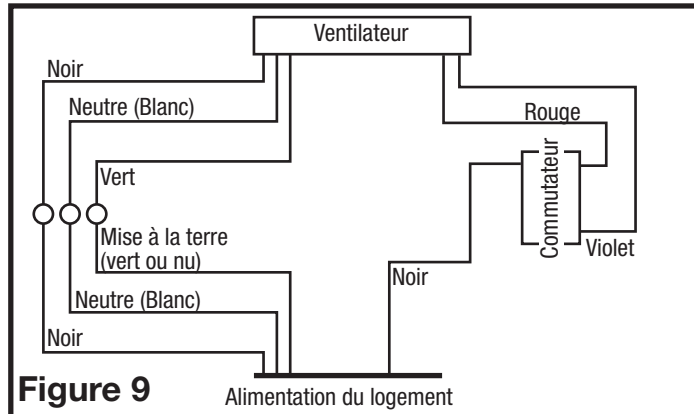

Figure 9
3. Pour les ventilateurs à deux vitesses, raccordés pour une ventilation continue, connectez le fil blanc du ventilateur au fil blanc (neutre) de la source d'alimentation. Connectez le fil de terre de la maison au fil vert du boîtier du ventilateur. Connectez le fil noir du ventilateur au fil noir (chaud) de la source d'alimentation. Le ventilateur fonctionnera à faible vitesse, en continu, et augmentera à haute vitesse lorsqu'un mouvement est détecté. Utilisez un interrupteur à bascule standard duplex, correctement mis à terre (comme Leviton 5224-2W, non inclus) pour relier le fil noir de la source d'alimentation à un côté de l'interrupteur du haut et du bas. Connectez le fil rouge (lumière) du boîtier du ventilateur à l'autre côté de l'interrupteur du haut et connectez le fil violet (veilleuse) du boîtier du ventilateur à l'autre côté de l'interrupteur du bas. Un interrupteur à commande manuelle (non inclus) peut être utilisé pour éteindre manuellement le ventilateur (Figure 9).